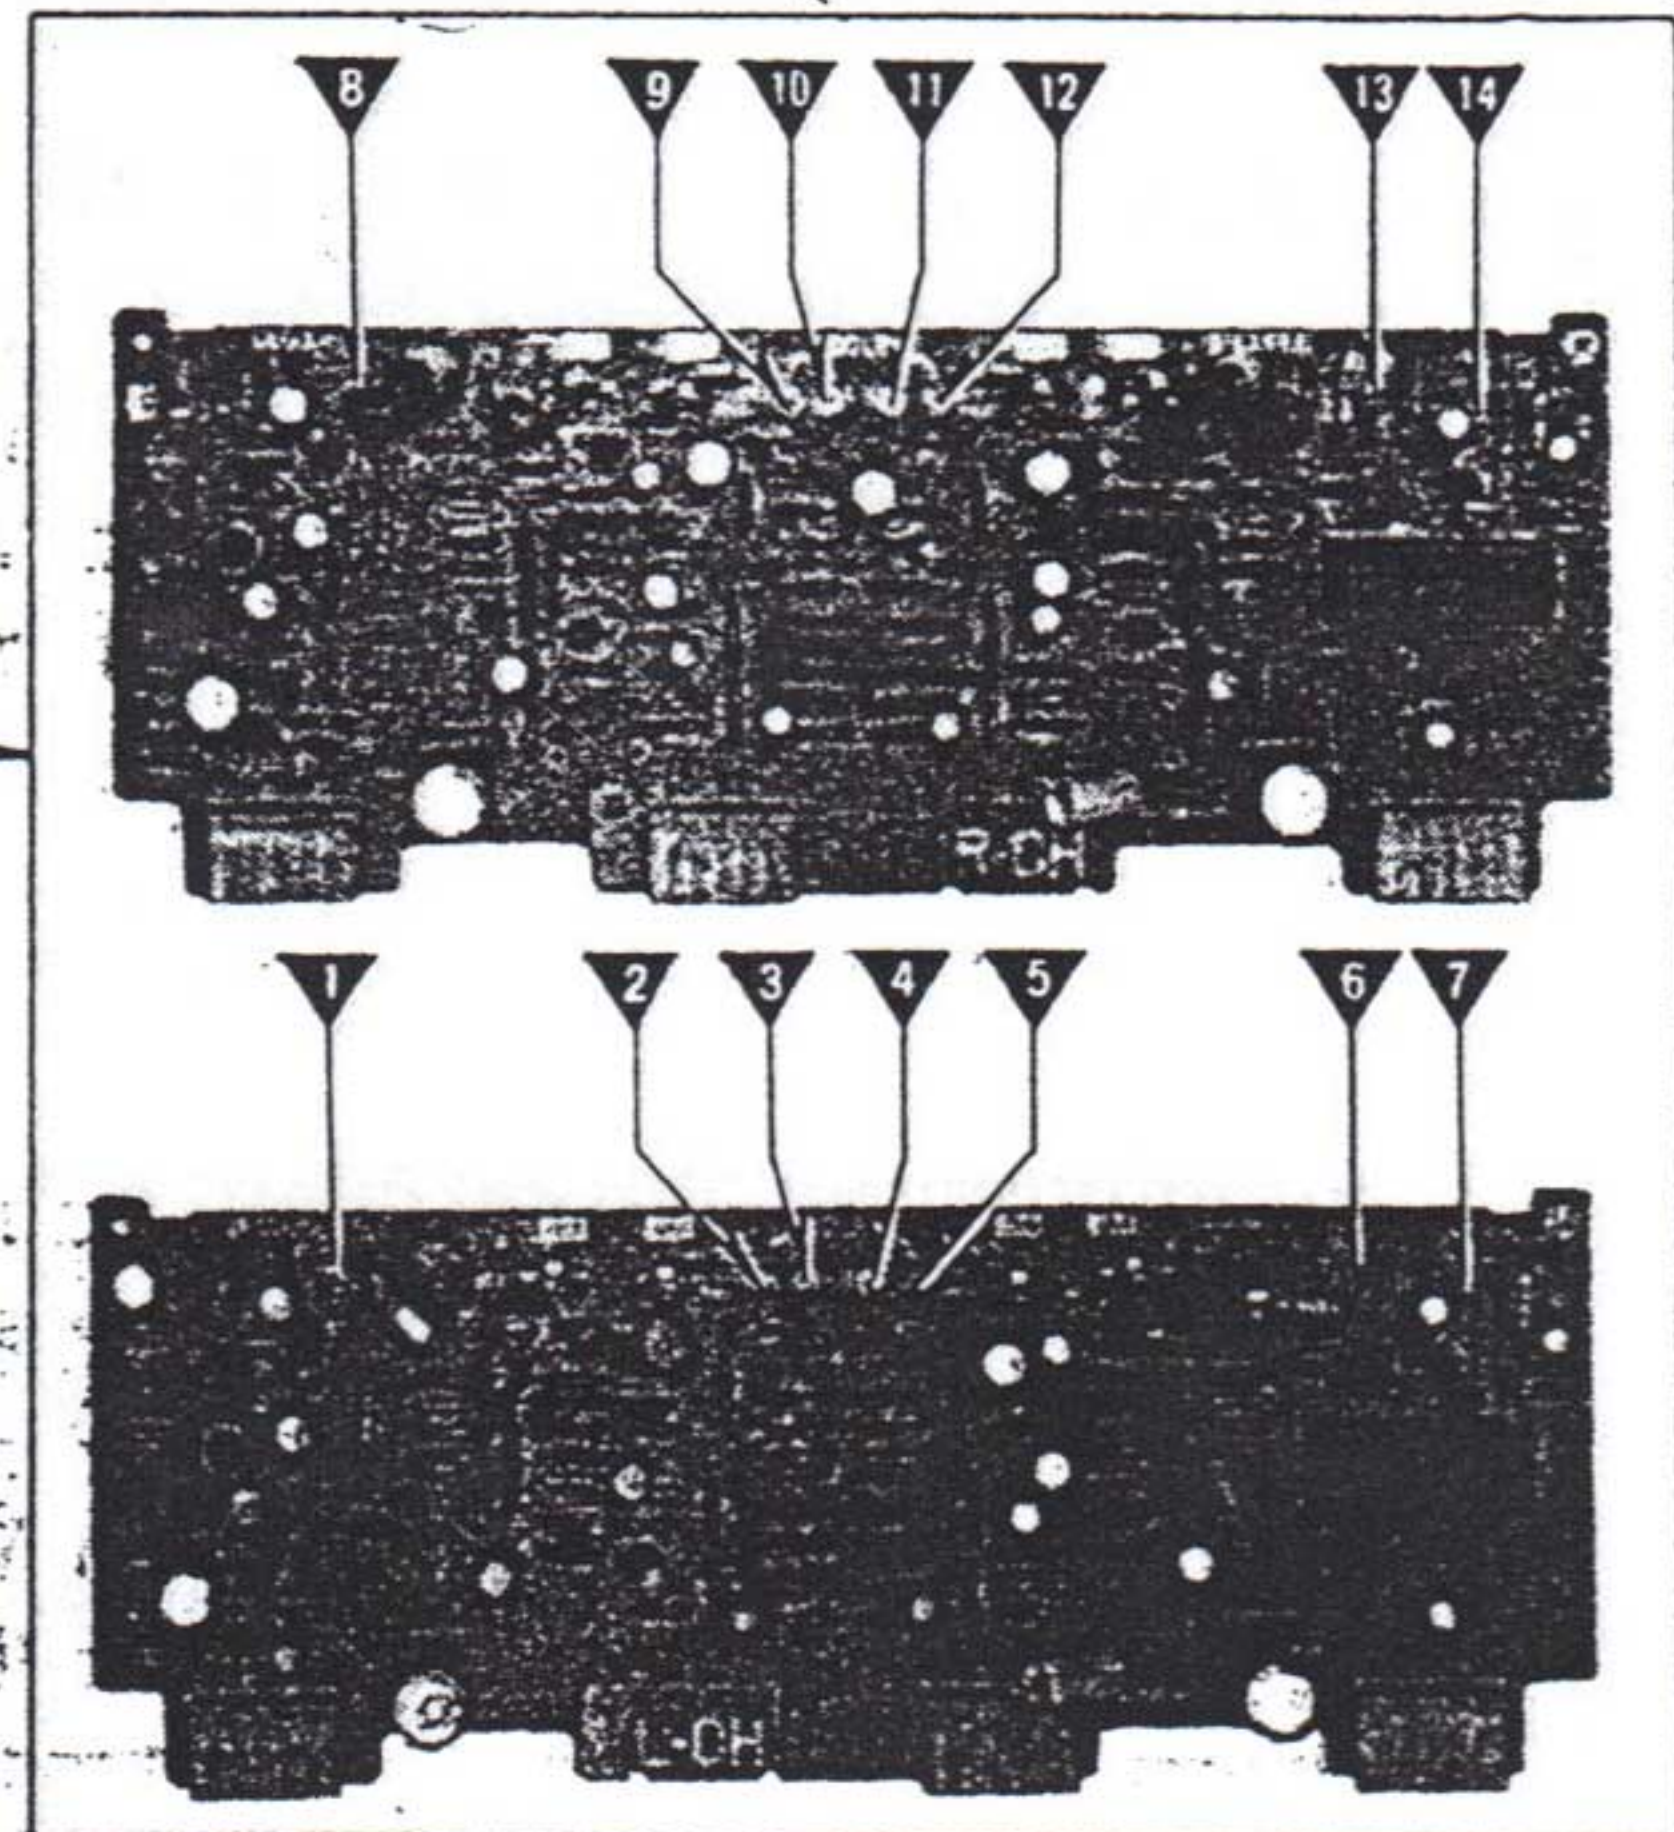

Fig. 17
1. Branchez les appareils de mesure comme indiqué en figure 17.
1-2. Moniteur de SOURCE	<ol style="list-style-type: none"> 1. Les branchements des appareils de mesure sont indiqués par la figure 17. 2. Placez l'appareil dans la position décrite par la liste no 1. 3. Réglez l'atténuateur comme indiqué au palier 3 du réglage du niveau d'entrée ligne, voir page 14. 4. Réglez la commande semi-fixe de niveau de moniteur (VR101) pour que le niveau de sortie (L-CH = canal gauche) entre TP3 (masse) et M-TP1 du décodeur atteigne $0,42 \pm 0,05V$ au voltmètre électronique. 5. Réglez de la même façon le canal droit (R-CH). 6. Ajustez VR102 de sorte que le niveau de sortie du canal droit (R-CH) entre TP10 (masse) et M-TP8 du décodeur atteigne $0,42 \pm 0,05V$ sur le voltmètre électronique. (voir les emplacements des organes de réglage en page 33).
1-3. Niveau d'entrée ligne (LINE IN)	<ol style="list-style-type: none"> 1. Branchez les appareils de mesure comme sur la figure 17. 2. Placez l'appareil dans la position décrite par la liste no 1. 3. Réglez l'atténuateur comme indiqué au palier 3 du réglage du niveau d'entrée ligne, voir page 14. 4. Réglez le niveau de sortie LINE OUT du moniteur de source à l'aide de la commande semi-fixe VR207 (pour le canal gauche L-CH) ou VR208 pour le canal droit R-CH) de sorte que le niveau de sortie sur le jack LINE OUT (sortie ligne) atteigne $0,42 \pm 0,05V$ sur le voltmètre électronique. (voir les emplacements des organes de commande en page 33).
1-4. Niveau d'entrée AUX.	<ol style="list-style-type: none"> 1. Branchez les appareils de mesure comme sur la figure 17. 2. Placez l'appareil dans la position décrite par la liste no 1. 3. Déplacez la commande de niveau d'entrée MIC/AUX du minimum vers le maximum. 4. Appliquez un signal à 1 kHz ($-24dB$) de l'oscillateur BF, à travers l'atténuateur, au jack d'entrée AUX-IN du canal gauche (L-CH). 5. Réglez l'atténuateur jusqu'à lire $0,42 \pm 0,05V$ (la commande de niveau d'entrée MIC/AUX du canal droit (R-CH) doit alors être placée sur la position maximum). <div data-bbox="1031 1670 1556 1834" style="text-align: center;"> <p>The diagram shows a cylindrical control knob with a tapered end. Two positions are indicated by arrows: 'L-CH' at the top and 'R-CH' at the bottom.</p> </div> <p style="text-align: center;">Fig. 18</p> <ol style="list-style-type: none"> 6. Passez du canal gauche à celui de droite, dans les mêmes conditions. 7. Réglez les commandes de niveau AUX (VR220 pour le canal droit R-CH) sur AUX OUT (sortie AUX) du canal droit (R-CH) jusqu'à obtenir $0,42 \pm 0,05V$. (voir les emplacements des organes de commande en page 33).
1-5. Dolby FM	<ol style="list-style-type: none"> 1. Branchez les appareils de mesure comme indiqué par la figure 17. 2. Placez l'appareil dans la position décrite par la liste no 1. 3. Réglez l'atténuateur comme indiqué au palier 3 du réglage du niveau d'entrée ligne, voir page 14. 4. Placez le commutateur de DOLBY NR S3 en position Dolby FM. 5. Réglez FM CAL. (VR51 pour le canal gauche L-CH) pour que le niveau de sortie sur M-TP6 (L-CH) de l'encodeur passe à $0,42 \pm 0,05V$ au voltmètre électronique. (voir emplacements des organes de commande en page 33). 6. Changez pour le canal droit R-CH dans les mêmes conditions. 7. Réglez FM CAL. (VR52 pour le canal droit R-CH) pour que le niveau de sortie sur M-TP13 (R-CH) de l'encodeur passe à $0,42 \pm 0,05V$ au voltmètre électronique. (voir emplacements des organes de commande en page 33).